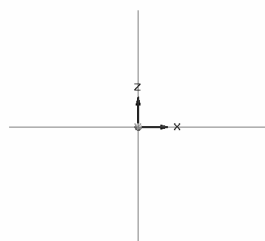

图 6-129 选择“前视图”
(3) 选择基准面。在【重合平面】的命令下选择【前视图】即可进入绘制草图的界面，如图 6-129 所示。
(4) 这时也可以单击【基本参考平面】前面的对号关闭视图显示。